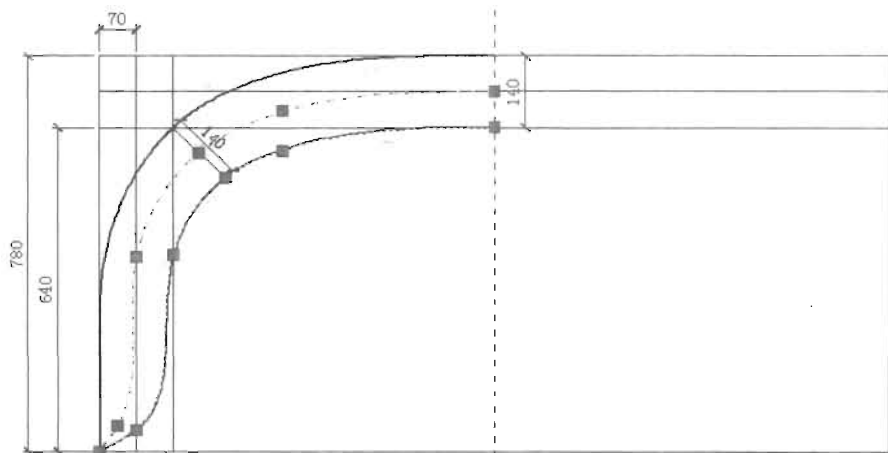

图 5-132
(7) 选中复制出来的样条曲线，然后调整曲线上的节点，直到形状符合要求为止，除了起点和端点是固定的，其他点并不需要非常精确，只要图形比例合适就可以，如图 5-132 所示。注意中间的线段需要设置为虚线。